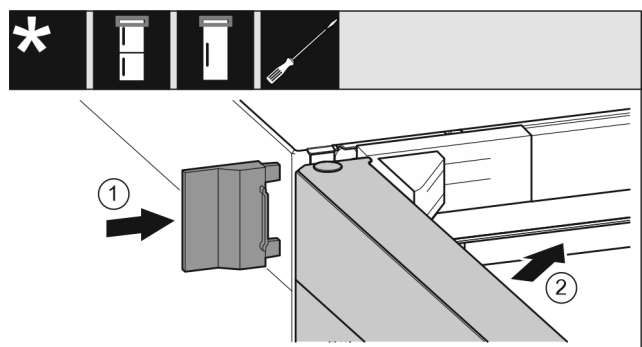

Fig. 23
- ▶ Skyv på det ytre dekselet. Fig. 23 (1)
- ▶ Lukk den øvre døren. Fig. 23 (2)